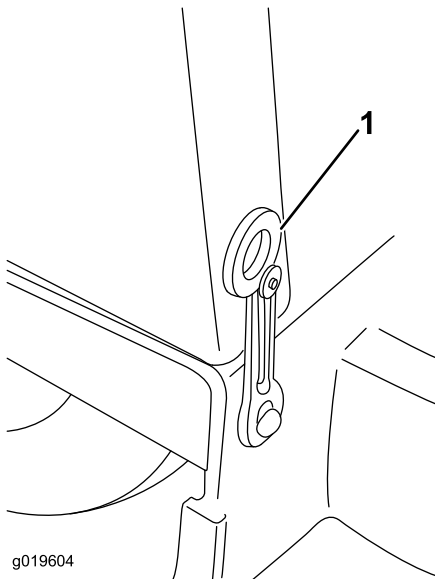

Figura 18
2. Desenganche los cierres de la cubierta (Figura 18) y retire la cubierta.